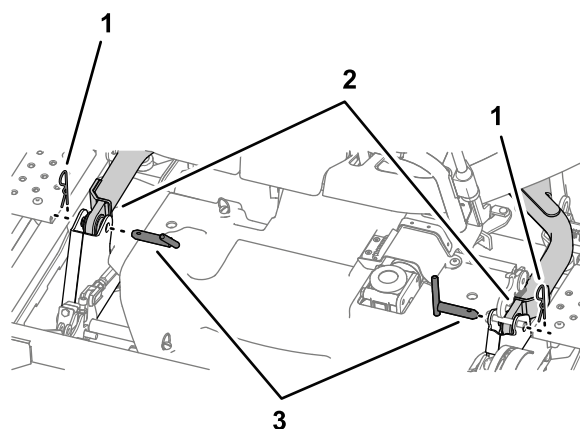

Bild 115
10. Entfernen Sie die zwei Klappstecker und zwei Lastösenbolzen, mit denen die Hubarme an jeder Seite des Mähwerks befestigt sind (Bild 115).
6. Setzen Sie den Klappstecker und den Lastösenbolzen ein, um die Hubarme an jeder Seite zu befestigen, siehe Bild 115 in Entfernen des Mähwerks \(Seite 79\).